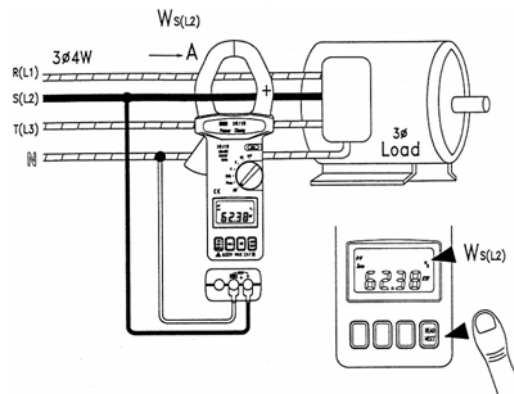

Рис. 11
8.3 Затем замеряется  $W_S$  (или  $W_{L2}$ ) (см. рис. 11).